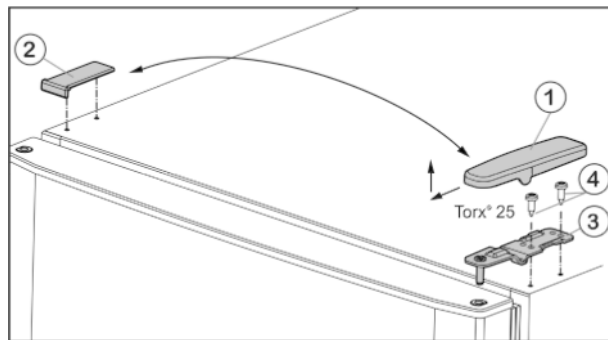
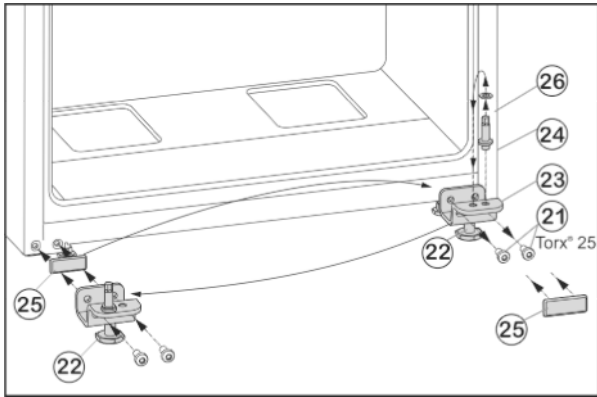

Fig. 4
Fig. 6
- ▶ Потяните крышку Fig. 4 (1) вперед и вверх.
- ▶ Снимите крышку Fig. 4 (2).
- ▶ Открутите верхний опорный кронштейн Fig. 4 (3)(2 шт. Torx® 25) Fig. 4 (4) и вытяните вверх.
- ▶ Открутите крепежные винты Fig. 6 (21).
- ▶ Снимите нижний опорный кронштейн Fig. 6 (23) вместе с опорным пальцем Fig. 6 (24), шайбой Fig. 6 (26) и регулируемой опорой Fig. 6 (22).
- ▶ Открутите опорный палец Fig. 6 (24) вместе с шайбой Fig. 6 (26) и, переставив в отверстие на противоположной стороне опорного кронштейна, снова прикрутите.
- ▶ Аккуратно снимите защитную пластину Fig. 6 (25) и переставьте ее на противоположную сторону.
- ▶ Прикрутите нижний опорный кронштейн Fig. 6 (23) вместе с опорным пальцем Fig. 6 (24), шайбой Fig. 6 (26) и регулируемой опорой Fig. 6 (22) с другой стороны шарнира (с моментом 4 Нм), при необходимости используйте аккумуляторный шурупверт.
- ▶ Установите нижнюю дверцу сверху на опорный палец Fig. 6 (24).
- ▶ Вставьте средний опорный кронштейн (13) с поворотом на 180° в нижнюю дверцу и прикрутите с помощью крепежных винтов (11) (2 шт. Torx® 25) на новую сторону шарнира (с моментом 4 Нм).
- ▶ Снова установите пластиковую шайбу (10).
- ▶ Установите верхнюю дверцу на средний опорный кронштейн (13).
- ▶ Установите верхний опорный кронштейн Fig. 4 (3) на новой стороне шарнира и защелкните в дверце.
- ▶ Привинтите верхний опорный кронштейн (с моментом 4 Нм) (2 шт. Torx® 25) Fig. 4 (4). При необходимости используйте аккумуляторный шурупверт.
- ▶ Наденьте и защелкните крышку Fig. 4 (1) на противоположной стороне снаружи.
- ▶ Также наденьте сверху и защелкните крышку Fig. 4 (2) на противоположной стороне.
- ▶ Выверните регулирующую опору Fig. 6 (22) на нижнем опорном кронштейне Fig. 6 (23) до ее соприкосновения с полом.